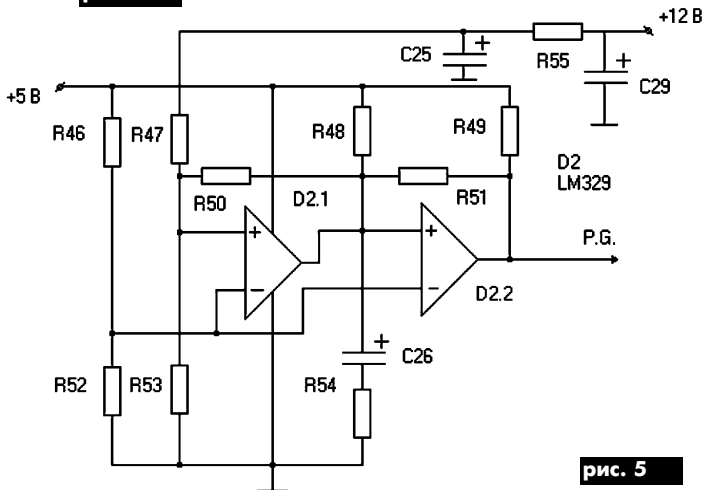

рис. 5
**Диагностика.** 1. Проверить наличие напряжения +5 В, опорного U на выводе 2 (6) ИМС IC2. Убедиться в исправности элементов VT6, C19, IC2.
2. В схеме формирователя на интегральных компараторах LM329 (рис.5) при понижении выходных напряжений компаратор D2.1 устанавливается в состояние лог."0", и конденсатор C26 разряжается через малое выходное сопротивление компаратора.